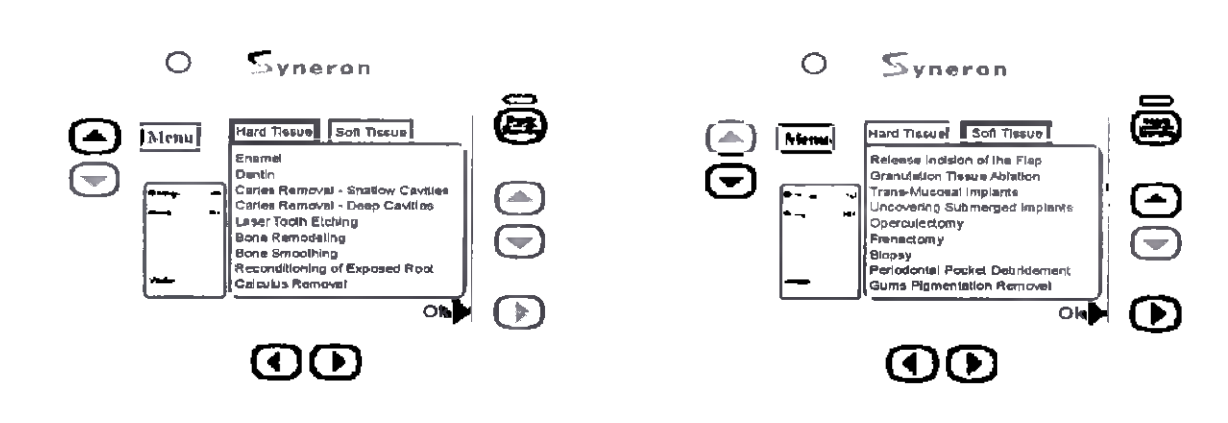

Рисунок 11.2: Экраны главного меню
Ссылаясь на Рисунок 11.2:
8. Нажмите экранную клавишу **Presets (Заданные настройки)** ► для возврата на экран **Main Menu (Главного меню)** (см. Рисунок 11.2).
На любом экране **Main Menu** (Главного меню) (см. Рисунок 11.2) нажмите экранную клавишу **Menu** а (Меню) на левой стороне ЖК-дисплея будут доступны экраны **Options** (Опции), с **Info** (Информационной) таблицей в виде дисплея по умолчанию.
Никакие действия не проводятся на данном экране. Нажмите экранную клавишу **back** ► (Возврат) для возврата обратно к экрану **Main Menu** (Главного меню) (см. Рисунок 11.2).
Войдите в таблицу **Water Draining (Слив воды)** для слива охлаждающей системы LiteTouch. Нажмите экранную клавишу **Back ► (Возврат)** для возврата на экран **Main Menu (Главного меню)** без выполнения процедуры (см Рисунок 11.2).